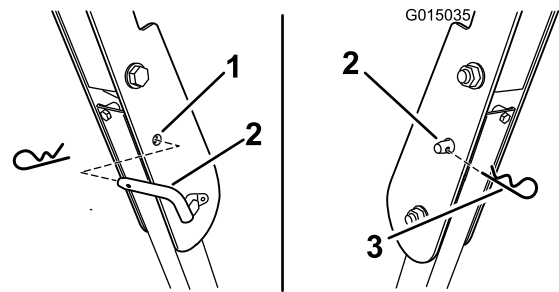

Figura 8
4. Para bajar la barra anti-vuelco, retire la chaveta y el pasador de bloqueo (Figura 8).
3. Instale los pasadores de bloqueo. Instale la chaveta para fijar los pasadores (Figura 8).